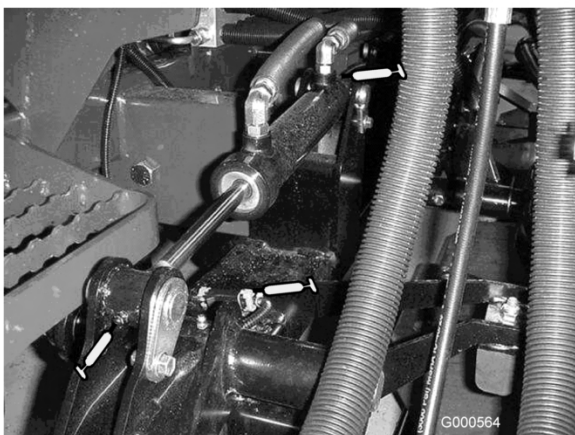

Figura 27
- Boccole (1 per piatto di taglio) del braccio di sollevamento (Figura 27).
- Boccole (2 per piatto di taglio) del cilindro di sollevamento (Figura 27).